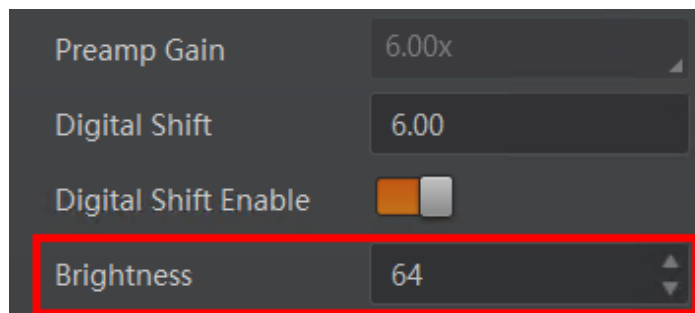

图11-19 亮度设置
2. 通过 *Analog Control* 属性下的 *Brightness* 参数进行设置，如图 11-19 所示。亮度参数范围为 0~255。